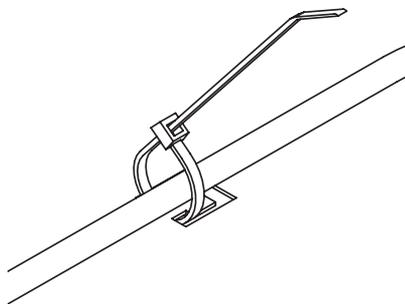

Fig. 124 Fissare i cavi con una fascetta per cavi come scarico della trazione
- ▶ Fissare tutti i cavi alla linguetta punzonata con una fascetta per cavi come scarico della trazione – Fig. 124.